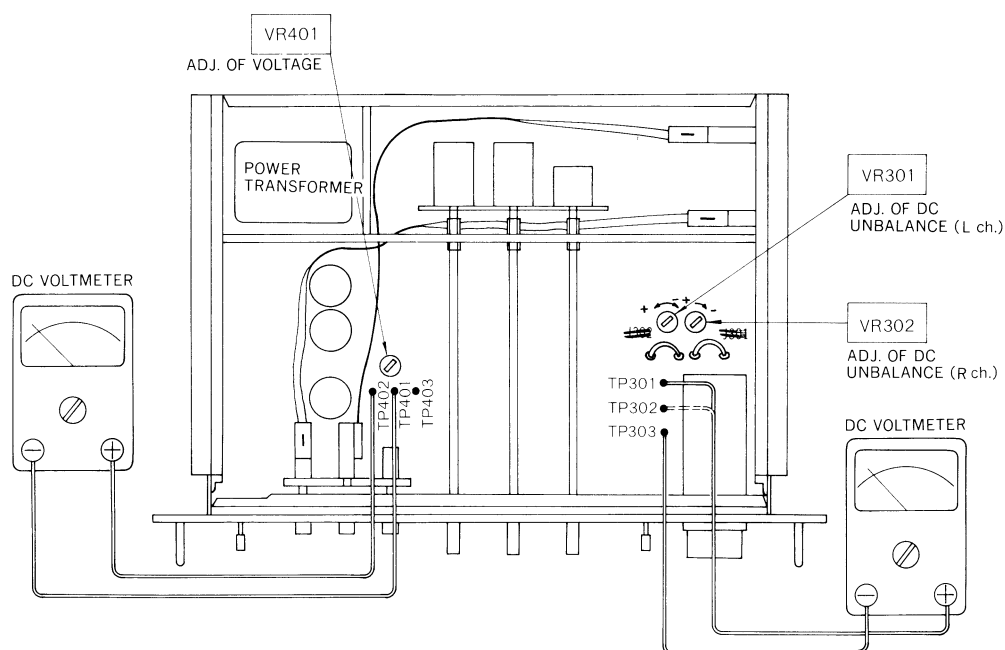

Fig. 1 (Abb. 1)
• Diagramm für die abzustimmenden Teile (Abb. 1)
- ① Den (–)-Anschluß eines Gleichstrom-Voltmeters* an TP401 (ground) und den (+)-Anschluß an TP402 anschließen, und VR401 auf –43V abgleichen.
- ① Für den linken Kanal, den (–)-Anschluß des Gleichstrom-Voltmeters an TP303 (ground) und den (+)-Anschluß an TP301 anschließen.
- ② VR301 im 1 mV Bereich des Gleichstrom-Voltmeters auf 0 mV abgleichen.
- ③ Für den rechten Kanal, den (–)-Anschluß des Gleichstrom-Voltmeters an TP303 (ground) und den (+)-Anschluß an TP302 anschließen.
- ④ VR303 im 1 mV Bereich des Gleichstrom-Voltmeters auf 0 mV abgleichen.
- Diagramme des sections devant être réglées (Fig. 1)